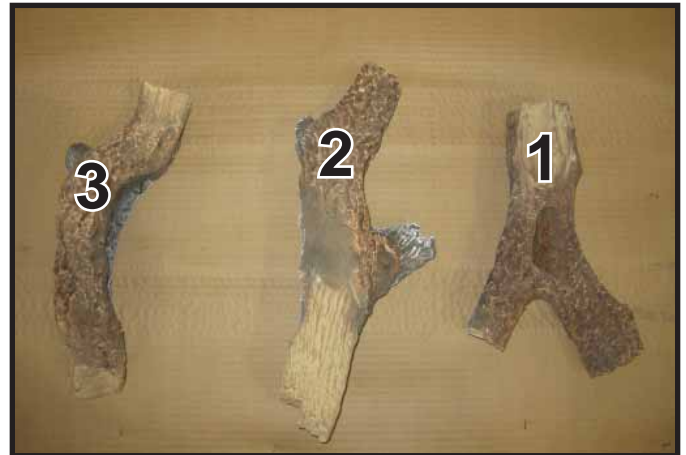
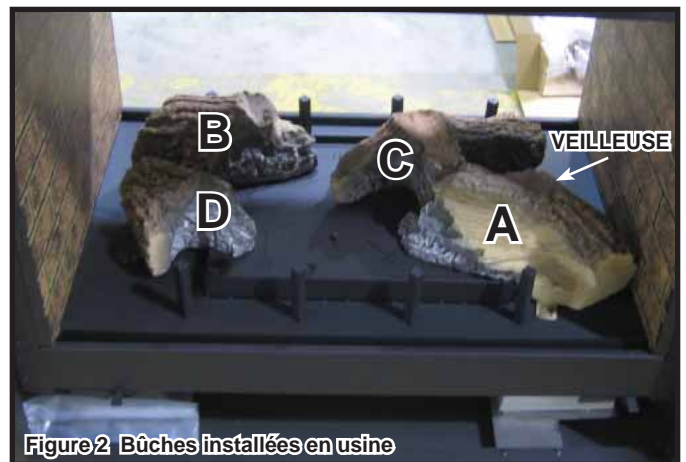

Figure 1 Emplacement de l'ensemble de bûches
Figure 2 Bûches installées en usine
ÉTAPE 1. ATTENTION! Les bûches sont fragiles! Retirer avec précaution les bûches et le plateau en carton se trouvant à l'intérieur du foyer. Voir la figure 1. Retirer les microparticules de polystyrène et examiner les bûches afin de s'assurer qu'elles ne sont pas endommagées. Examiner les quatre bûches installées en usine afin de s'assurer qu'elles ne sont pas endommagées. Repérer la veilleuse pour vérifier votre position par rapport à l'appareil. Voir la figure 2.